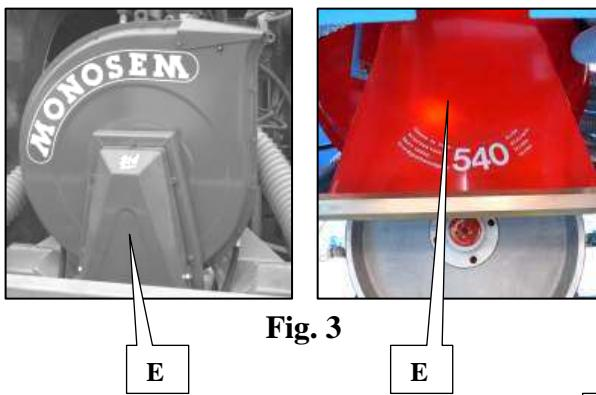

Fig. 3
- Falls notwendig Flansch B lockern, um die Höhe zu verringern (Abb. 3) und Teil E herausziehen. Bei nächster Aussaat den gegenteiligen Arbeitsvorgang durchführen.
- 3 Loosen the flanges or screws (B, C and D fig. 3).
- 4 Position the disc at the calculated distance by sliding the tubes and retighten the screws (start by extending tube K and then tube I (fig. 3)).
- 1 Unscrew the flange C and remove the tube I (fig. 3).
- If necessary, to limit the height, loosen the flange B (fig. 3) and unpin the part E. Repeat the process in reverse on the next sowing operation.
- 3 Allentare le flangie o viti (B, C e D fig. 3).
- 4 Posizionare il disco alla distanza calcolata per scorrimento dei tubi e ristringere le viti (cominciare a tamponare il tubo K e in seguito il tubo I (fig. 3)).
- 1 Svitare la flangia C e tirar via il tubo I (fig. 3).
- Se necessario, per limitare l'altezza, allentare la flangia B (fig. 3) e sfilare il pezzo E. Effettuare l'operazione inversa alla semina successiva
- 2 - Retirer le carter de courroie (E fig. 3).